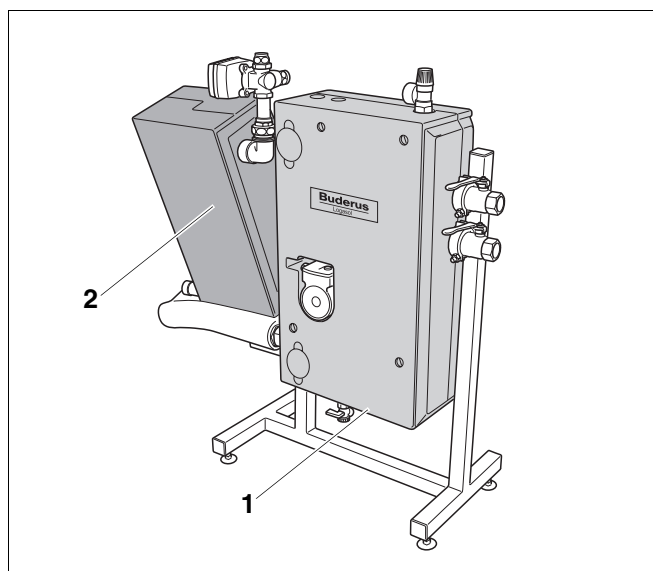

Abb. 2 Pufferentladestation
- Wärmeschutz (Abb. 2, **Pos. 1 und 2**) – dient der Dämmung